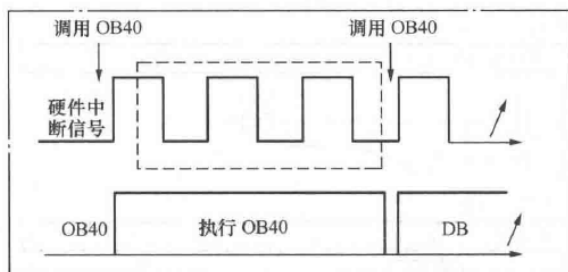

图 4-9 硬件中断信号的处理
(1) 如果正在处理某一中断事件的同时，又出现了同一模块同一通道产生完全相同的中断事件，新的中断事件将丢失，即不处理它。在图 4-9 中，数字模块输入信号的第 1 个上升沿时触发中断，由于正在用 OB40 处理中断，第 2 个和第 3 个上升沿产生的中断信号丢失。